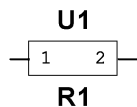

图 10-94 创建的元器件
- 11) 单击 **完成(F)** 按钮，完成向导元器件的创建，在工作区放置该元器件，如图 10-94 所示。